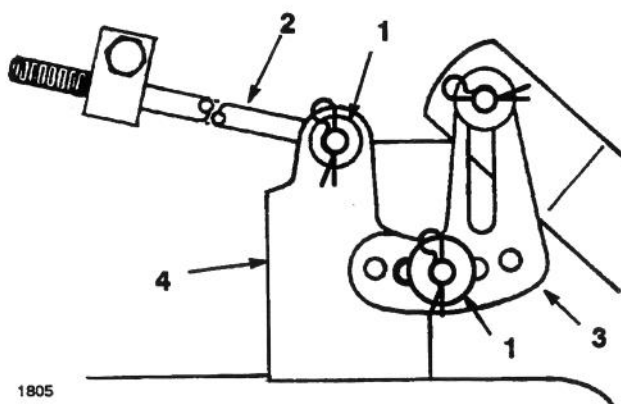

Figure 18
9. Enlever la goupille fendue et la rondelle de l'extrémité de la longue tige (Fig. 18). Sortir la tige du montant de la tondeuse.
10. Enlever la goupille fendue et la rondelle du support de mise à niveau de la tondeuse (Fig. 18). Sortir le support de l'axe de montage. Remettre la rondelle et la goupille fendue pour éviter de les perdre.